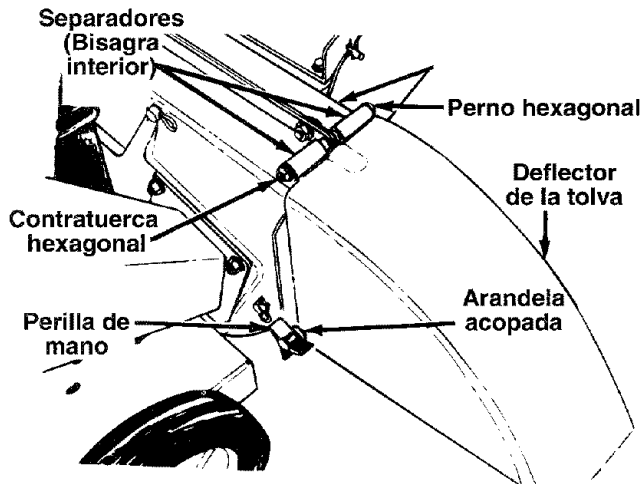

FIGURA 2.
- Coloque el deflector de la canaleta en posición en la abertura de descarga. Inserte el perno hexagonal y separador en la bisagra en el deflector y cubierta de la canaleta (el separador calza dentro de la bisagra). Vea la figura 2.